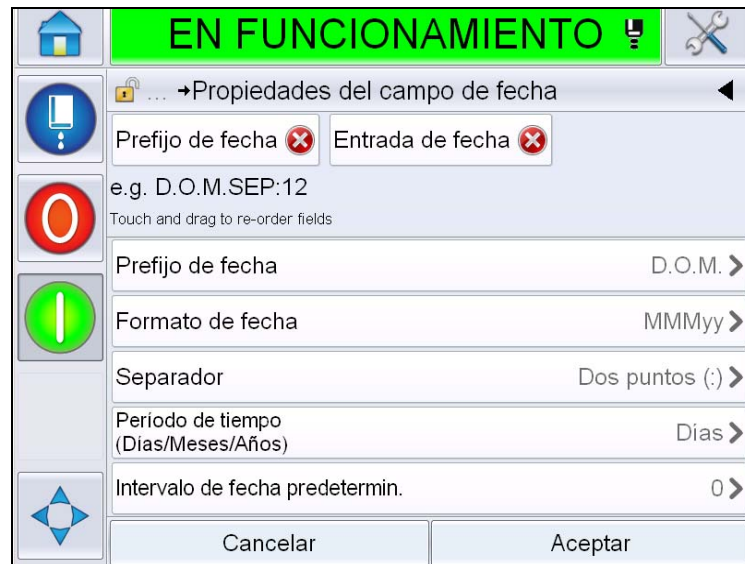

Figura 5-28: Página Date Field Properties (Propiedades del campo de fecha)
- 7 Muestra la página *Date Field Properties* (Propiedades del campo de fecha) (Figura 5-28).